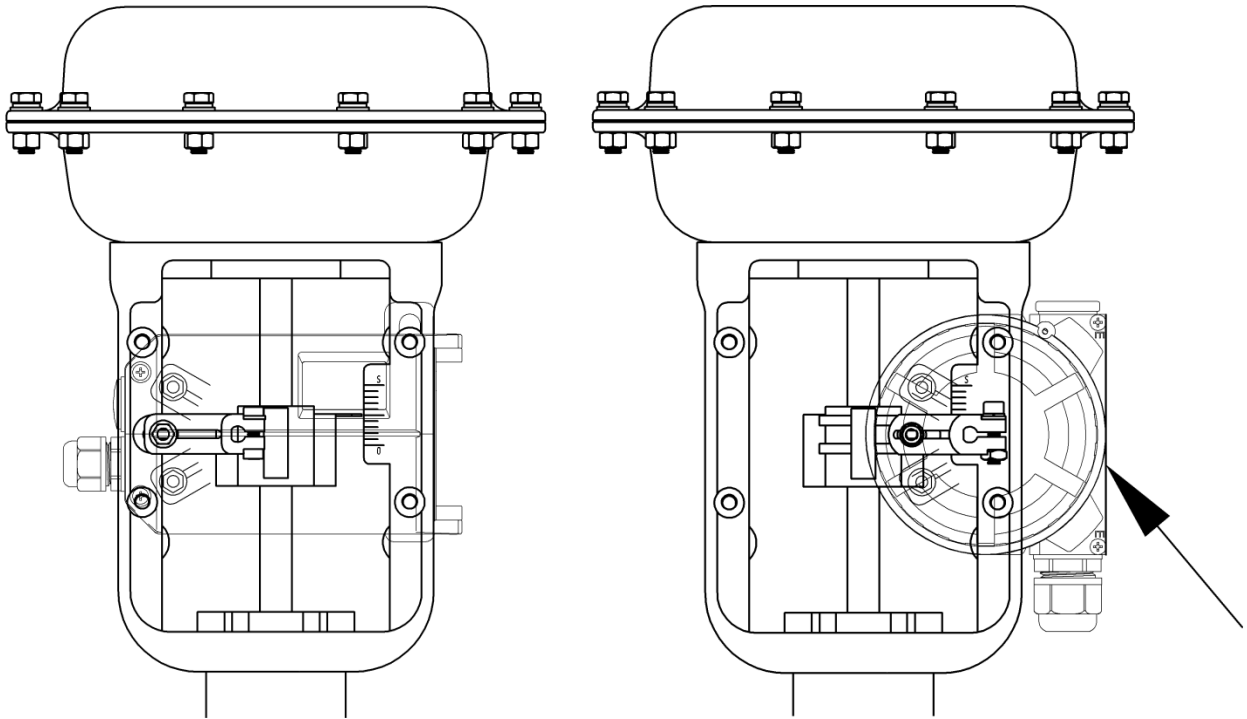
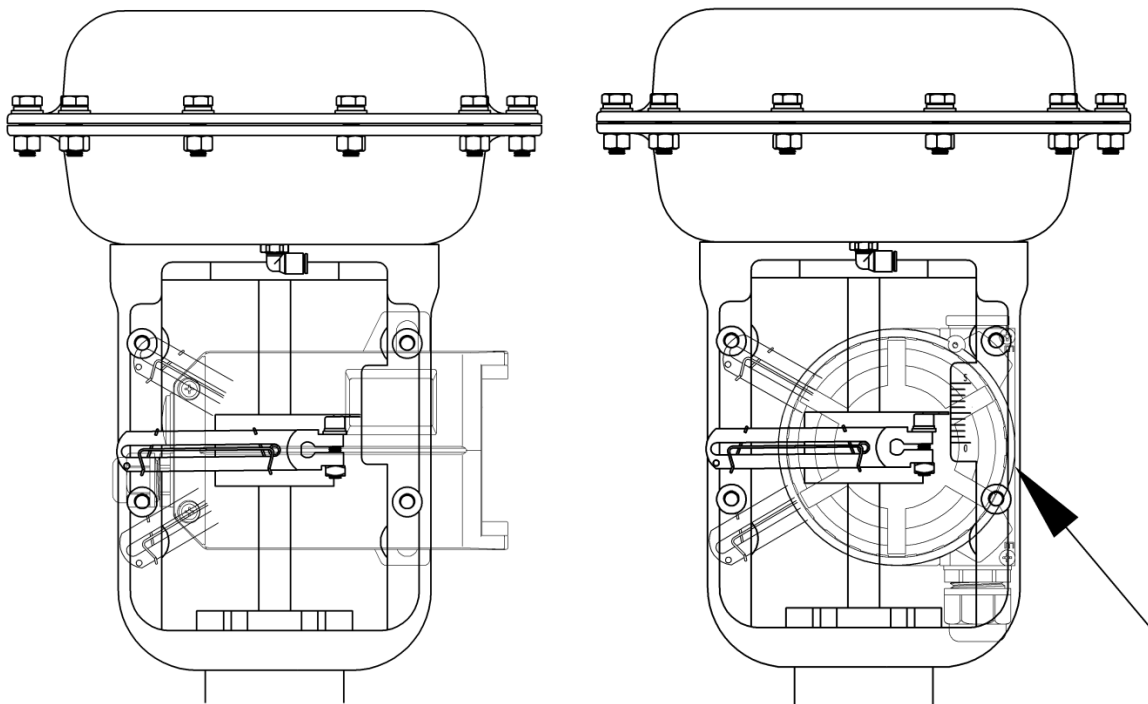

图21. 与执行器安装 (反馈杆 A)
图22. 与执行器安装 (反馈杆 B)
- 对于常规型直行程定位器，确保定位器外壳上平面和阀的主轴成直角。对于远传型直行程定位器，确保传感器壳体箭头（图 21 和图 22 右侧所示）所指平面与阀的主轴互相平行。否则会影响控制精度。最后用螺栓锁紧支架。